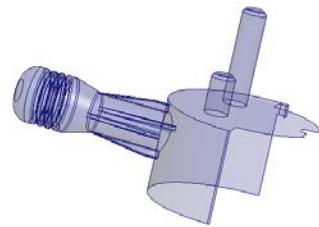

图 10.11 加亮的曲面
② 依次选取所有的边界面（全部加亮）后，松开 Shift 键，完成“边界面”的选取。操作完成后，整个模型上表面均被加亮，如图 10.11 所示。